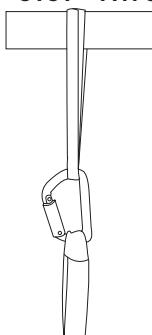

Fig. 1A: Ancoragem horizontal
2. Coloque a eslinga de âncora à volta de uma estrutura e no mosquetão fig 1A.
4. Retire o mosquetão da eslinga de ancoragem. Coloque a eslinga âncora em torno de uma estrutura e no seu mosquetão, como mostrado na fig. 1A ou fig.1B. A âncora deve ser capaz de suportar uma carga de 12 kN (EN795). Prenda o **Smartline X** como mostrado na fig.4.